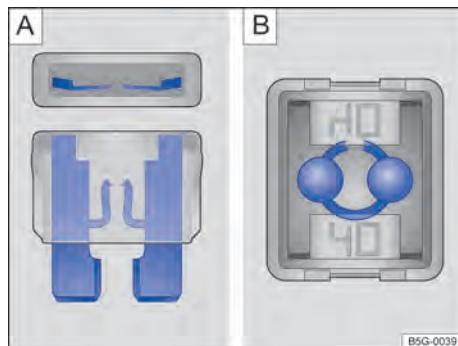

Fig. 197 Fusível queimado: **A** fusível plano, **B** fusível de bloqueio.
- Um *fusível plano* (ATO®, MINI®) queimado é reconhecido de cima ou de lado pela carcaça transparente nas faixas metálicas derretidas → Fig. 197 **A**.
- Um *fusível de bloqueio* (JCASE®) queimado é reconhecido pelas faixas metálicas derretidas por cima da carcaça transparente → Fig. 197 **B**.